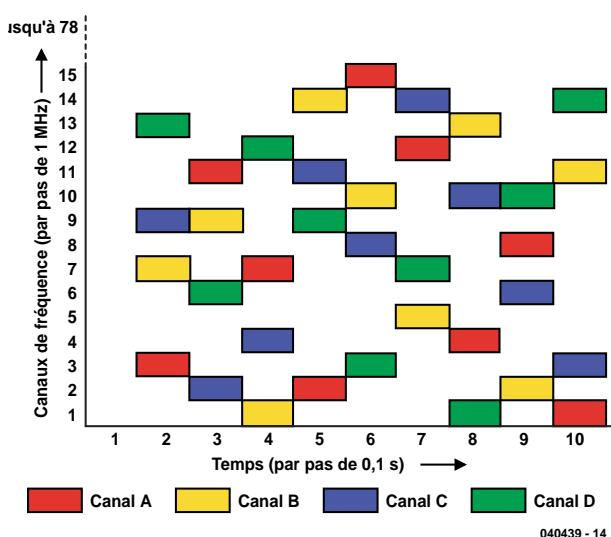

Figure 4.
DSSS est un procédé important. Il en existe un autre : le saut de fréquence ou Frequency Hopping (FH). Bluetooth, son plus célèbre représentant, divise la bande ISM de 2 402 MHz à 2 483,5 MHz en 79 canaux distants de 1 MHz. Ces canaux sont accédés par sauts (*hops*) 1 600 fois par seconde. Une « perturbation locale » ne peut donc pas nuire gravement à la transmission. La **figure 4** indique comment plusieurs participants à Bluetooth se partagent la même bande par l'agencement différent des sauts de fréquence. L'agencement des sauts de fréquence du FH correspond au fond au code PN de la modulation DSSS – on court-circuite dans les 2 cas l'influence réciproque des participants par un processus d'étalement individuel.